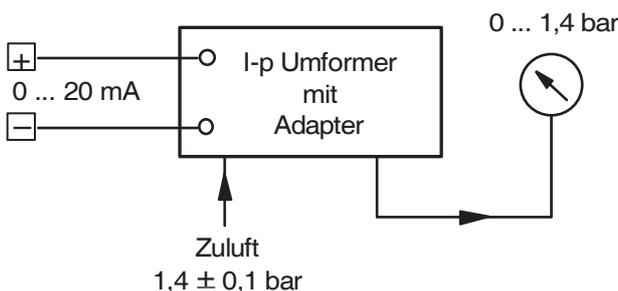
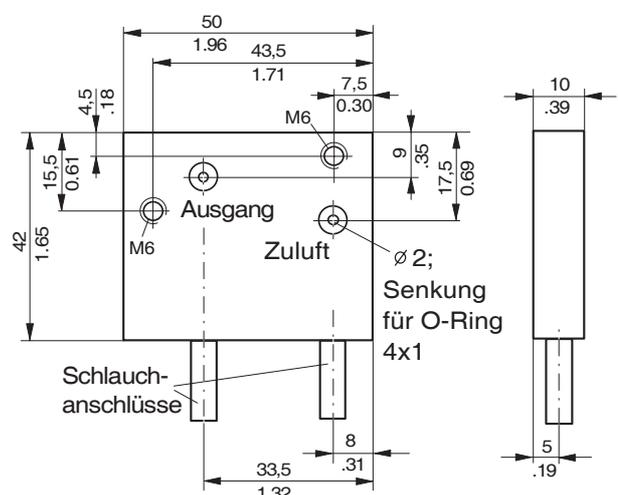

Abb. 30: Prüfschaltung für I/p-Umformerteil
Abb. 32: Prüfadapter für I/p-Umformerteil
Zum Prüfen und Justieren des I/p-Umformerteils wird ein Adapter benötigt, den nach Abb. 32 selbst angefertigt werden kann.
- I/p-Umformerteil **91** von der Anschlussleiste **90** demontieren (zwei Schrauben M 6), an den Adapter Abb. 32 anschließen und nach Abb. 30 beschalten.